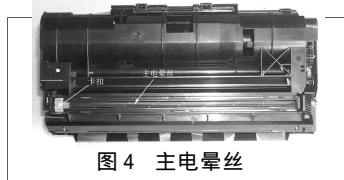

图4 主电晕丝
4. 清洁主电晕丝:联想 LJ6P+ 激光打印机自带主电晕丝(见图4),该清洁卡扣在感光鼓的主电晕窗口边缘,只要来回移动清洁卡扣即可清除主电晕丝上的残余墨粉。清洁完毕请将清洁卡扣归位。